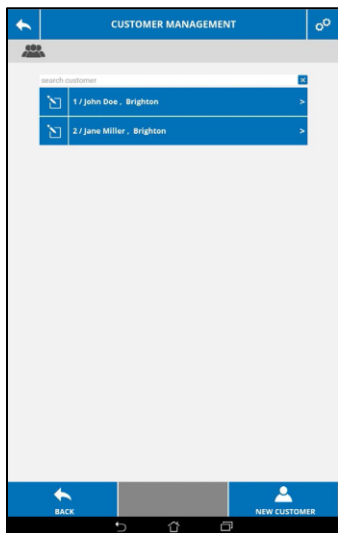

图 26：用户管理
- 在“客户管理”中，点击“客户文件”（见图 26）同一行最右侧的箭头(>)，可访问以前已创建的项目、属性和多点测试。
- 在客户管理菜单（见图 26），点击准备删除的文件左侧的编辑图标。